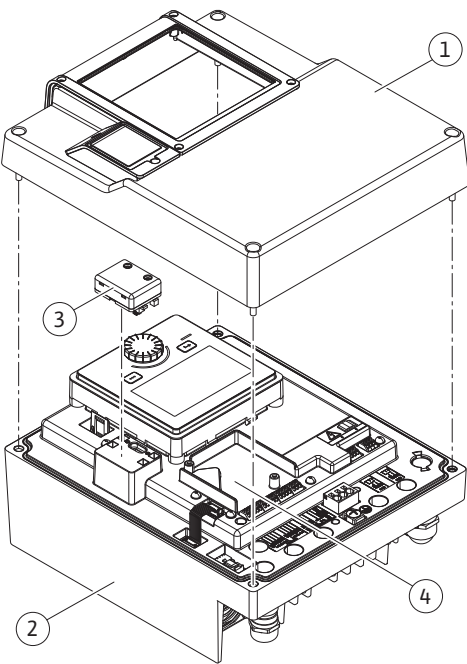
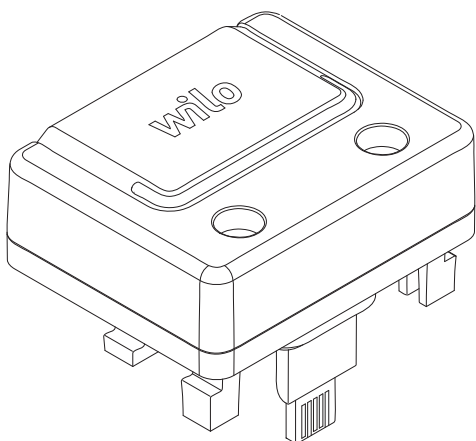

Fig. 25: Módulo eletrónico
Fig. 26: Módulo Wilo-Smart Connect BT
A interface Bluetooth (Fig. 25, pos. 3) do módulo Wilo-Smart Connect BT (Fig. 26) é utilizada para ligação a dispositivos terminais móveis, tais como smartphones e tablets. Com a aplicação Wilo-Smart Connect é possível operar e regular a bomba e ler os dados da bomba. Para regulações, ver capítulo «Arranque».
3. Inserir o módulo Wilo-Smart Connect BT na interface pretendida. Ver Fig. 25, pos. 3.
Os módulos CIF (acessórios) são utilizados para a comunicação entre as bombas e o BMS. Os módulos CIF estão ligados ao módulo eletrónico (Fig. 25, pos. 4)